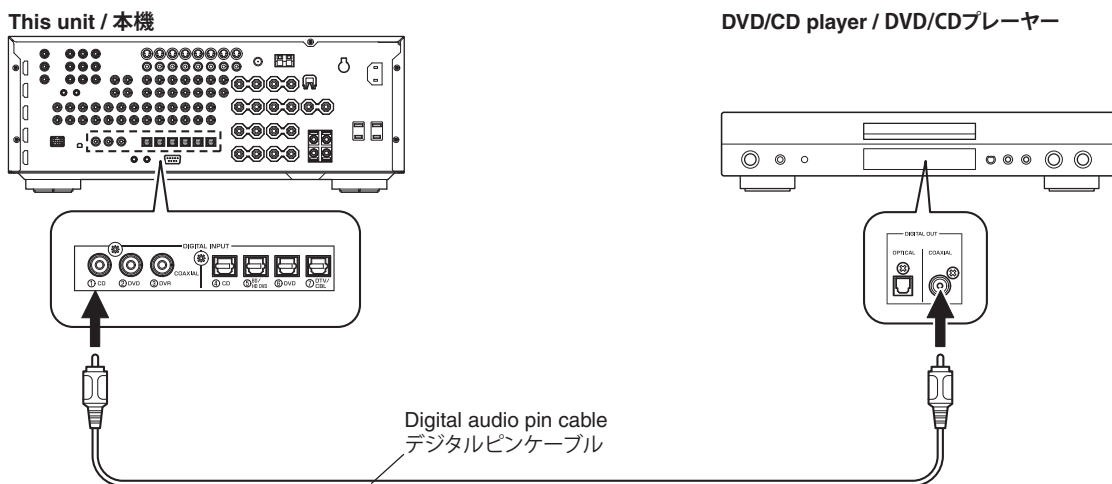

Fig. 1
- 1. Connect this unit and DVD/CD player as shown below. (Fig. 1)
- 1. 本機と DVD/CD プレーヤーを下記のように接続します。(Fig. 1)